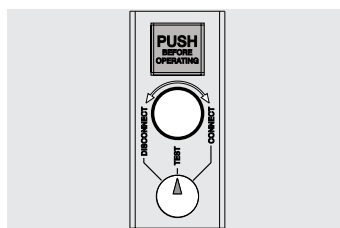

Figura 65
- interruptor en posición de prueba (véase Figura 65).